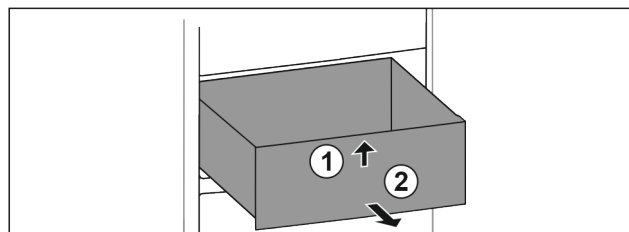

Fig. 13
- ▶ Приподнимите спереди Fig. 13 (1).
- ▶ Извлеките движением вперед Fig. 13 (2).